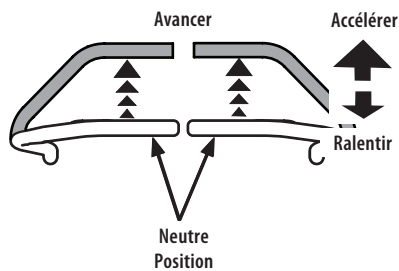

Fig. 21
- Avancez lentement et régulièrement les deux leviers de contrôle de la barre abdominale. Le tracteur commencera à avancer (Fig. 21).